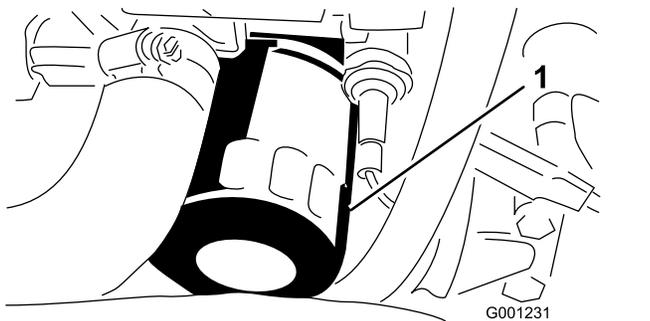

Figura 50
6. Togliete il filtro dell'olio e sostituitelo (Figura 50).